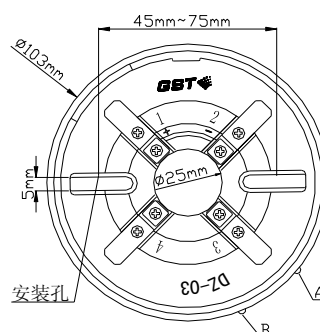

图 4 定位底座示意图
3. 探测器定位底座示意图如图 4 所示。将探测器进线从预埋盒进线孔和定位底座的进线孔中穿入，并将定位底座固定在预埋盒上。